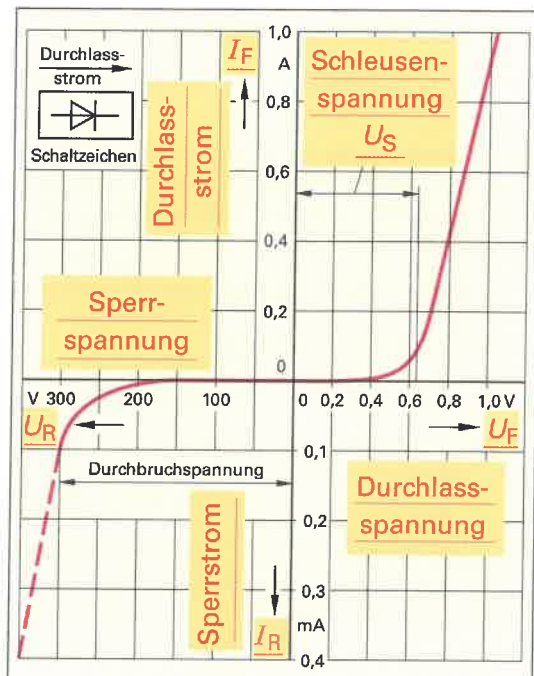

Bild 5: Dioden-Kennlinie
- Die Diffusionsspannung bewirkt, dass der PN-Übergang erst beim Anlegen einer Spannung, die größer als die Diffusionsspannung ist, leitfähig wird. Diese Spannung wird auch als Schleusen- oder Schwellenspannung  $U_S$  bezeichnet. Bezeichnen Sie die Schleusenspannung in der Dioden-Kennlinie (Bild 5).
- Ergänzen Sie die Begriffe Durchlassspannung, Durchlassstrom, Sperrspannung und Sperrstrom in der Kennlinie (Bild 5) und geben Sie auch das Formelzeichen bei den Achsenbezeichnungen an.